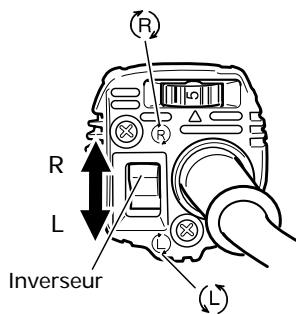

Fig. 3
8. Vérifier la direction de rotation de la mèche (Fig. 3)